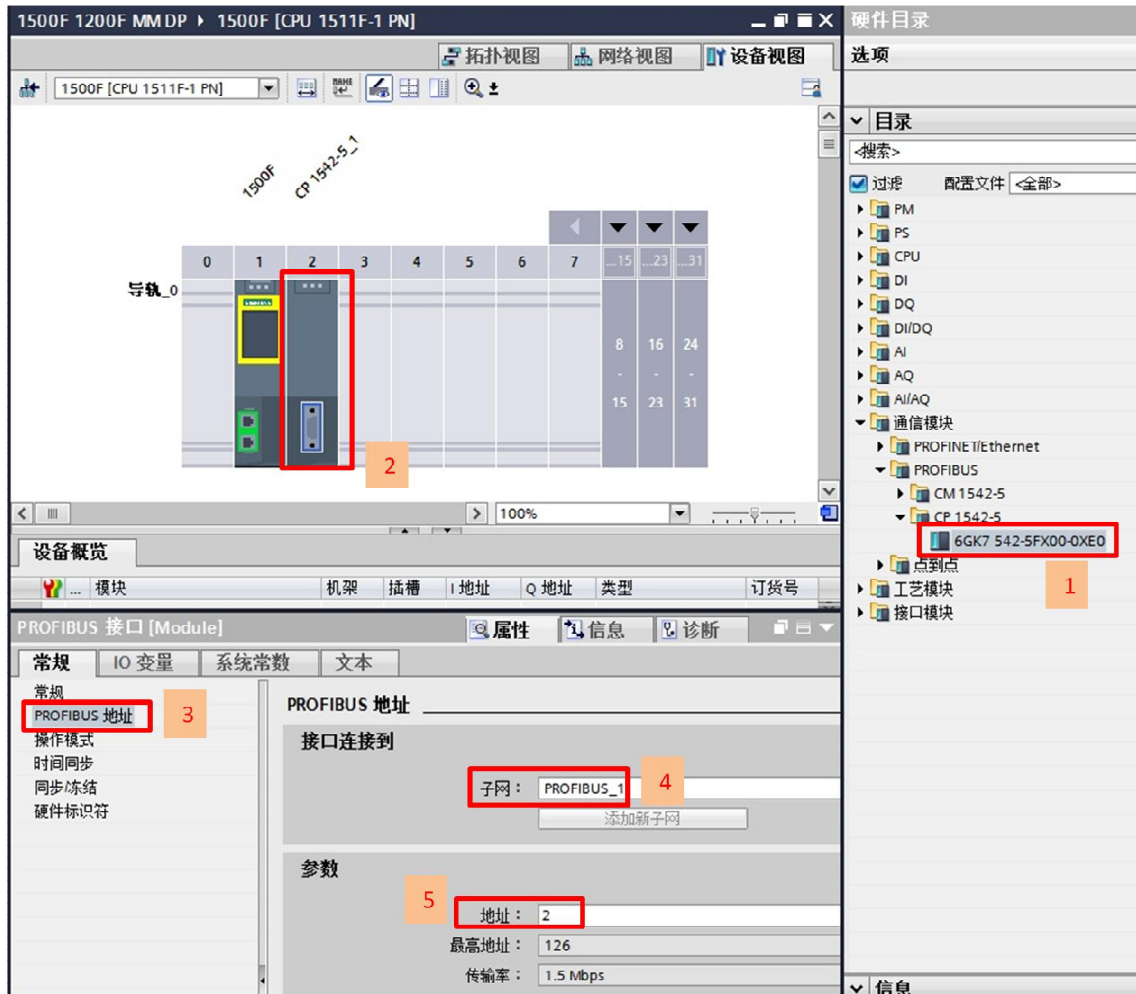

图 2-6 插入 CP1542-5 并 DP 网络设置
6) 在“设备视图”中，组态 CP1542-5，并设置 PROFIBUS 接口，新建 PROFIBUS 子网，PROFIBUS 地址 2，如图 2-6。